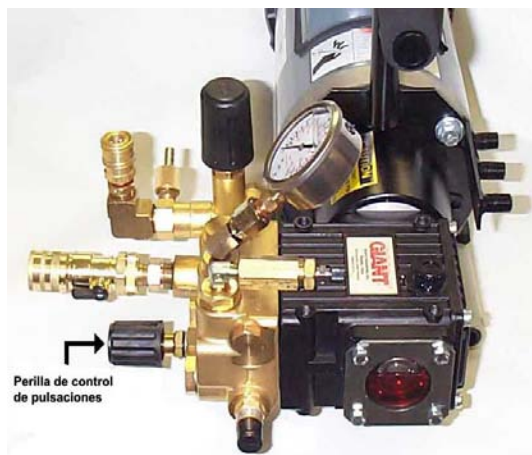

Fig. 7
13. El mini inyector viene con un pulsador (Fig. 7). Su objetivo es ayudar a mover la manguera por la tubería. Funciona generando una vibración o pulsación en la manguera mediante el agua presurizada. Esto reduce la superficie de contacto de la manguera con la tubería y, por lo tanto, la resistencia al avance; además, con la ayuda de la boquilla del inyector, hace que la manguera se autoimpulse más lejos y más rápido.